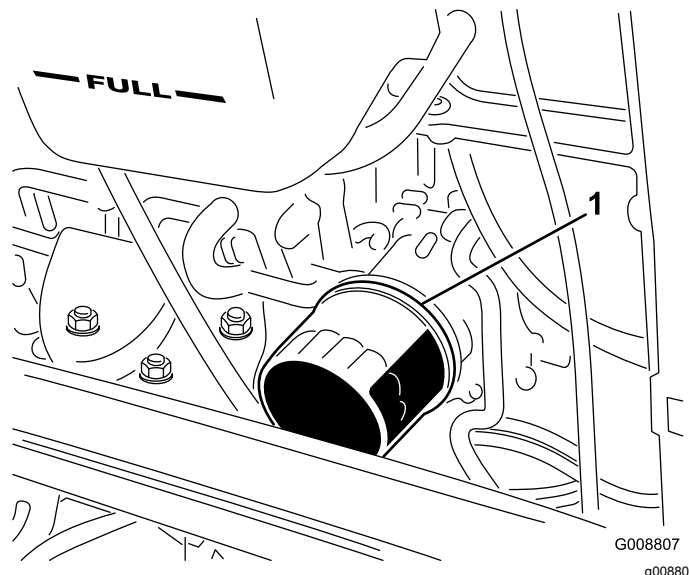

Figura 37
2. Togliete il filtro dell'olio (Figura 37).